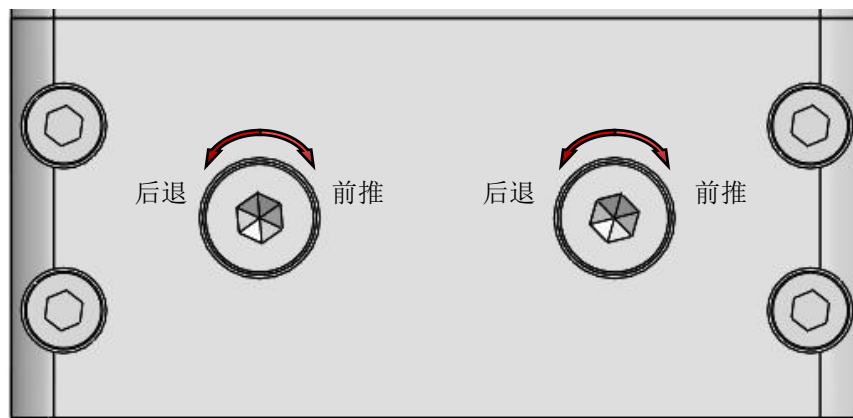

图4.9
- ① 如下图4.9所示，使用内六角扳手松掉 4 颗 M3×10的内六角螺钉，取出聚焦镜座。